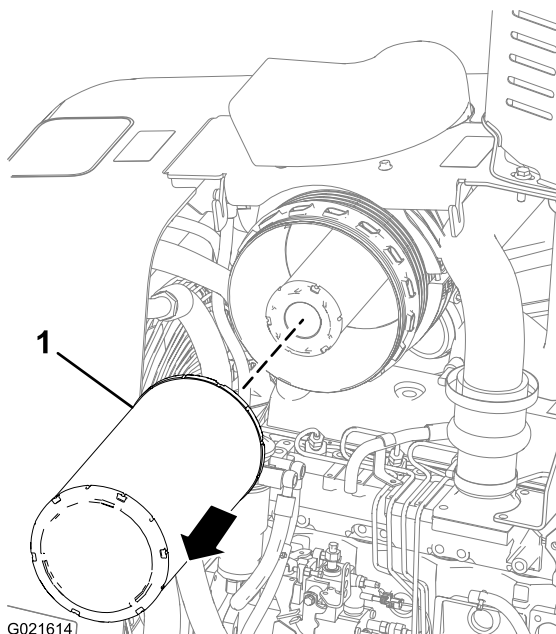

Рисунок 50
2. Вытяните элемент воздухоочистителя грубой очистки наружу и извлеките его из корпуса воздухоочистителя (Рисунок 50).
6. Вставьте новый элемент воздухоочистителя грубой очистки в корпус воздухоочистителя (Рисунок 50).